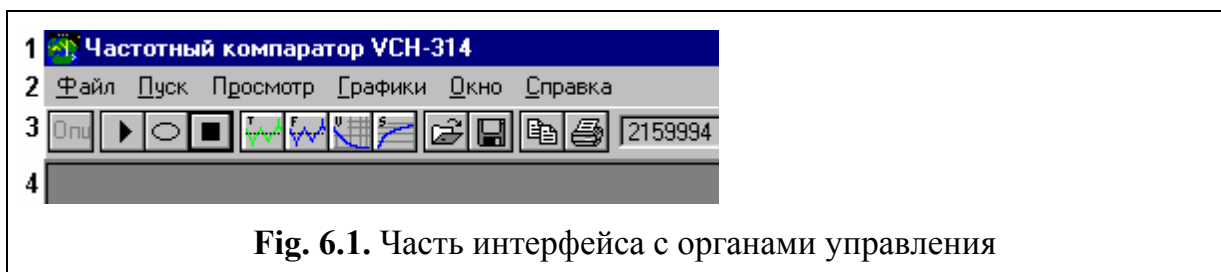
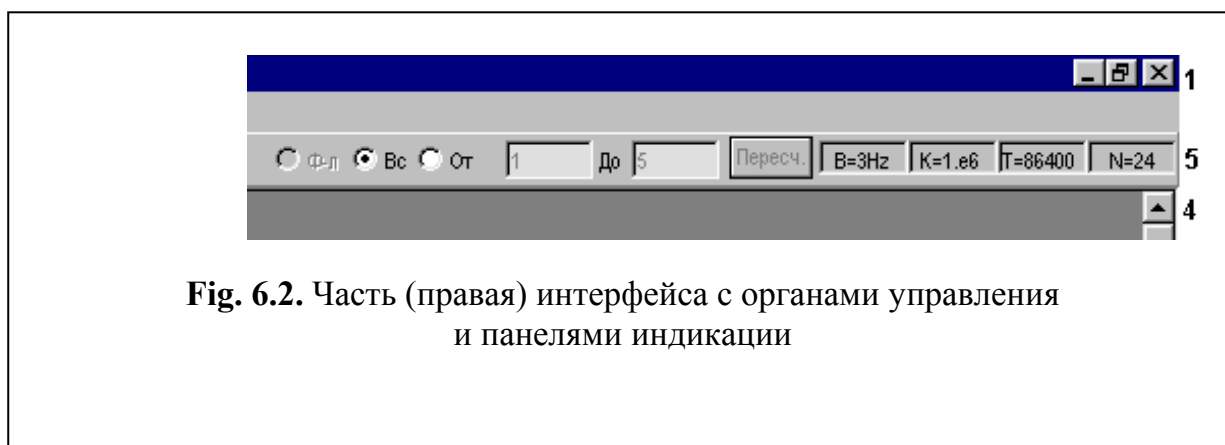

Fig. 6.1. Часть интерфейса с органами управления
Fig. 6.2. Часть (правая) интерфейса с органами управления и панелями индикации
Значение полосы пропускания задается программно, см. раздел 0. Выбранное значение коэффициента умножения K индицируется на Панели индикации (строка 5 на Fig. 6.2).
Пользователь задает параметры с помощью диалогового окна “Опции”. Затем запускается программа нажатием кнопки  “Пуск” (см. Fig. 6.1 на странице 14). Пуск программы можно также осуществить активацией команды “Однокр.” из меню “Пуск” (см. раздел 6.2).
Пользователь может досрочно остановить измерения, нажав кнопку  “Стоп” (см. Fig. 6.1 на странице 14). При этом индицируется число выполненных к моменту останова измерений и значения функций, соответствующие числу проведенных измерений. Досрочное прерывание измерений можно также осуществить активацией команды “Стоп” из меню “Пуск” (см. раздел 6.2). Досрочное завершение измерений требует подтверждения – ответа “Да” на вопрос диалогового окна “Вы уверены, что нужно остановить измерения?”.
Отличие от режима однократного измерения состоит в том, что программа запускается кнопкой  “Цикл” (см. Fig. 6.1 на странице 14). После завершения однократного измерения программа запускается вновь. При этом осуществляется протоколирование полученных результатов.
Экранный интерфейс программы выполнен в стандарте Windows приложения. В развернутом виде интерфейс занимает весь экран. Поэтому здесь раздельно изображены верхние левая (Fig. 6.1) и правая (Fig. 6.2) части интерфейса.
1. Строка заголовка (элемент 1 на Fig. 6.1 и Fig. 6.2).
2. Меню (строка 2 на Fig. 6.1).
3. Панели органов управления и индикации (строка 3 на Fig. 6.1, строка 5 на Fig. 6.2).
4. Рабочая область (элемент 4 на Fig. 6.1 и Fig. 6.2).
Функции, осуществляемые с помощью данной команды, дублируются активацией кнопки  “Открыть”, находящейся на панели органов управления и индикации (см. Fig. 6.1 на странице 14).
Вызов функций, осуществляемый с помощью данной команды, дублируется активацией кнопки  “Сохранить”, находящейся на панели органов управления и индикации (см. Fig. 6.1 на странице 14).
Копирование протоколов с результатами измерения в буфер обмена осуществляется с помощью команды “Копировать” (меню “Файл”). Эту же функцию выполняет кнопка  “Копировать”, находящаяся на панели органов управления и индикации (строка 3 на Fig. 6.1, страница 14).
- Щелкнуть по кнопке  “Печать”, расположенной на панели органов управления и индикации (строка 3 на Fig. 6.1, страница 14), либо активировать команду “Печать” (меню “Файл”).
Меню “Пуск” обеспечивает пуск Программы в режимах однократного и циклического измерений по **N** данным (см. раздел 4 Варианты работы программы). Это меню содержит следующие команды, дублируемые управляющими кнопками (кнопки показаны на Fig. 6.1, страница 14).
Выбранное значение коэффициента умножения **K** индицируется на Панели индикации (строка 5 на Fig. 6.2).
Ширина полосы пропускания **B** индицируется на Панели индикации (строка 5 на Fig. 6.2).
Выбранное значение максимального времени усреднения **T** индицируется на Панели индикации (строка 5 на Fig. 6.2).